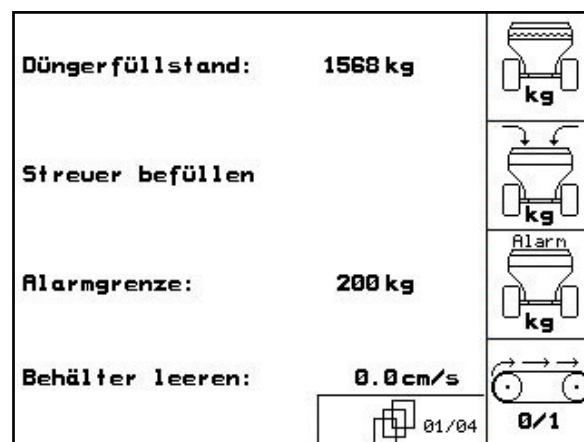

Fig. 5
Página 1 (Fig. 5):
- ZG-B Drive:** (Fig. 5)